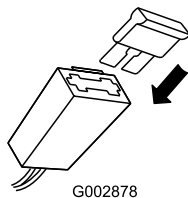

Bild 10
- 3. Setzen Sie die Sicherung in den Sicherungshalter ein (Bild 10).